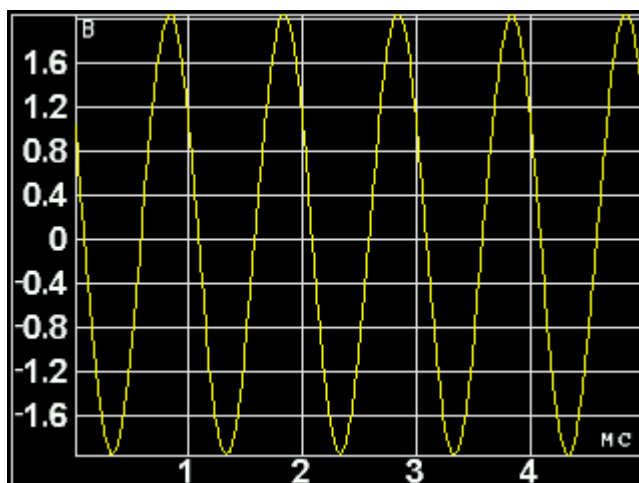

Рисунок 2.17. График сигнала во временной области
- «График» – позволяет просматривать форму сигнала во временной области. Подробнее см. рисунок 2.17;